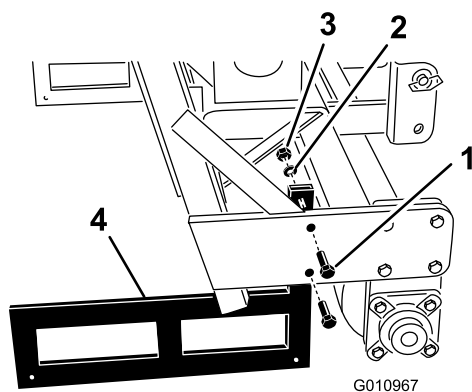

Bild 26
2. Entfernen Sie die Schrauben und Muttern, mit denen die Sicherheitsständer am Aerifizierer befestigt sind (Bild 26).